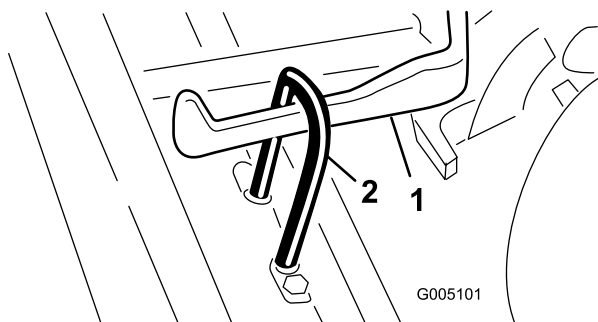

Figura 12
3. Faça deslizar a unidade de corte para debaixo da estrutura de apoio enquanto engata o cilindro de elevação no braço de elevação (Figura 12).